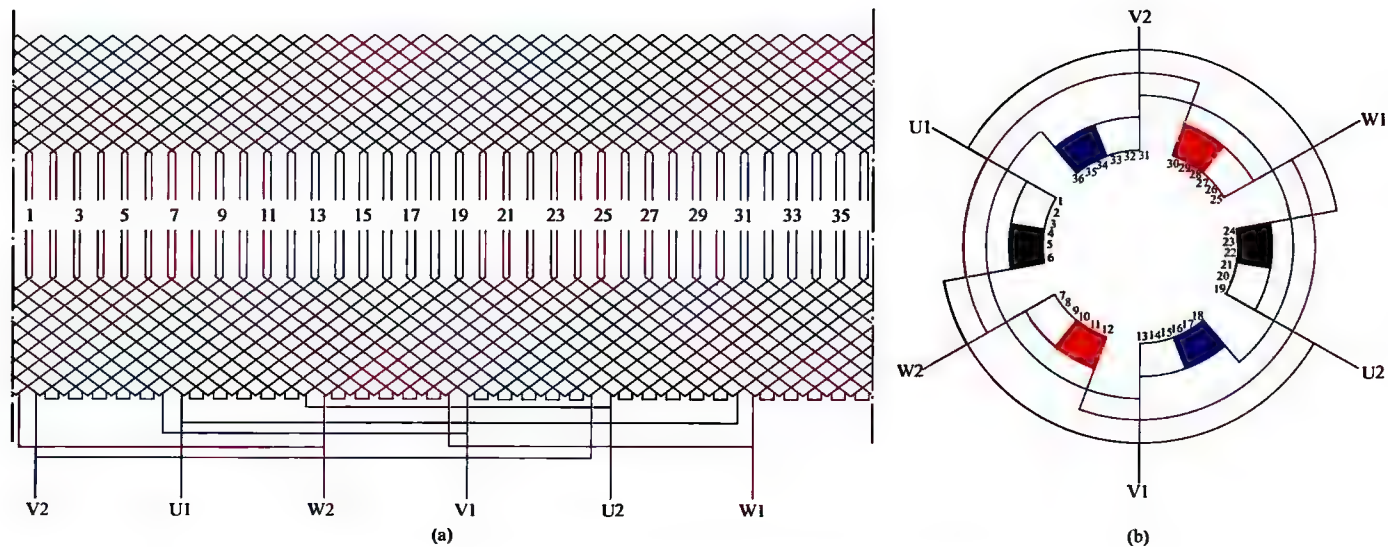

图 1-15 三相 2 极 36 槽双层叠绕组 2 路接法
15. 三相 2 极 36 槽双层叠绕组 2 路接法展开图与接线圆图 (见图 1-15)